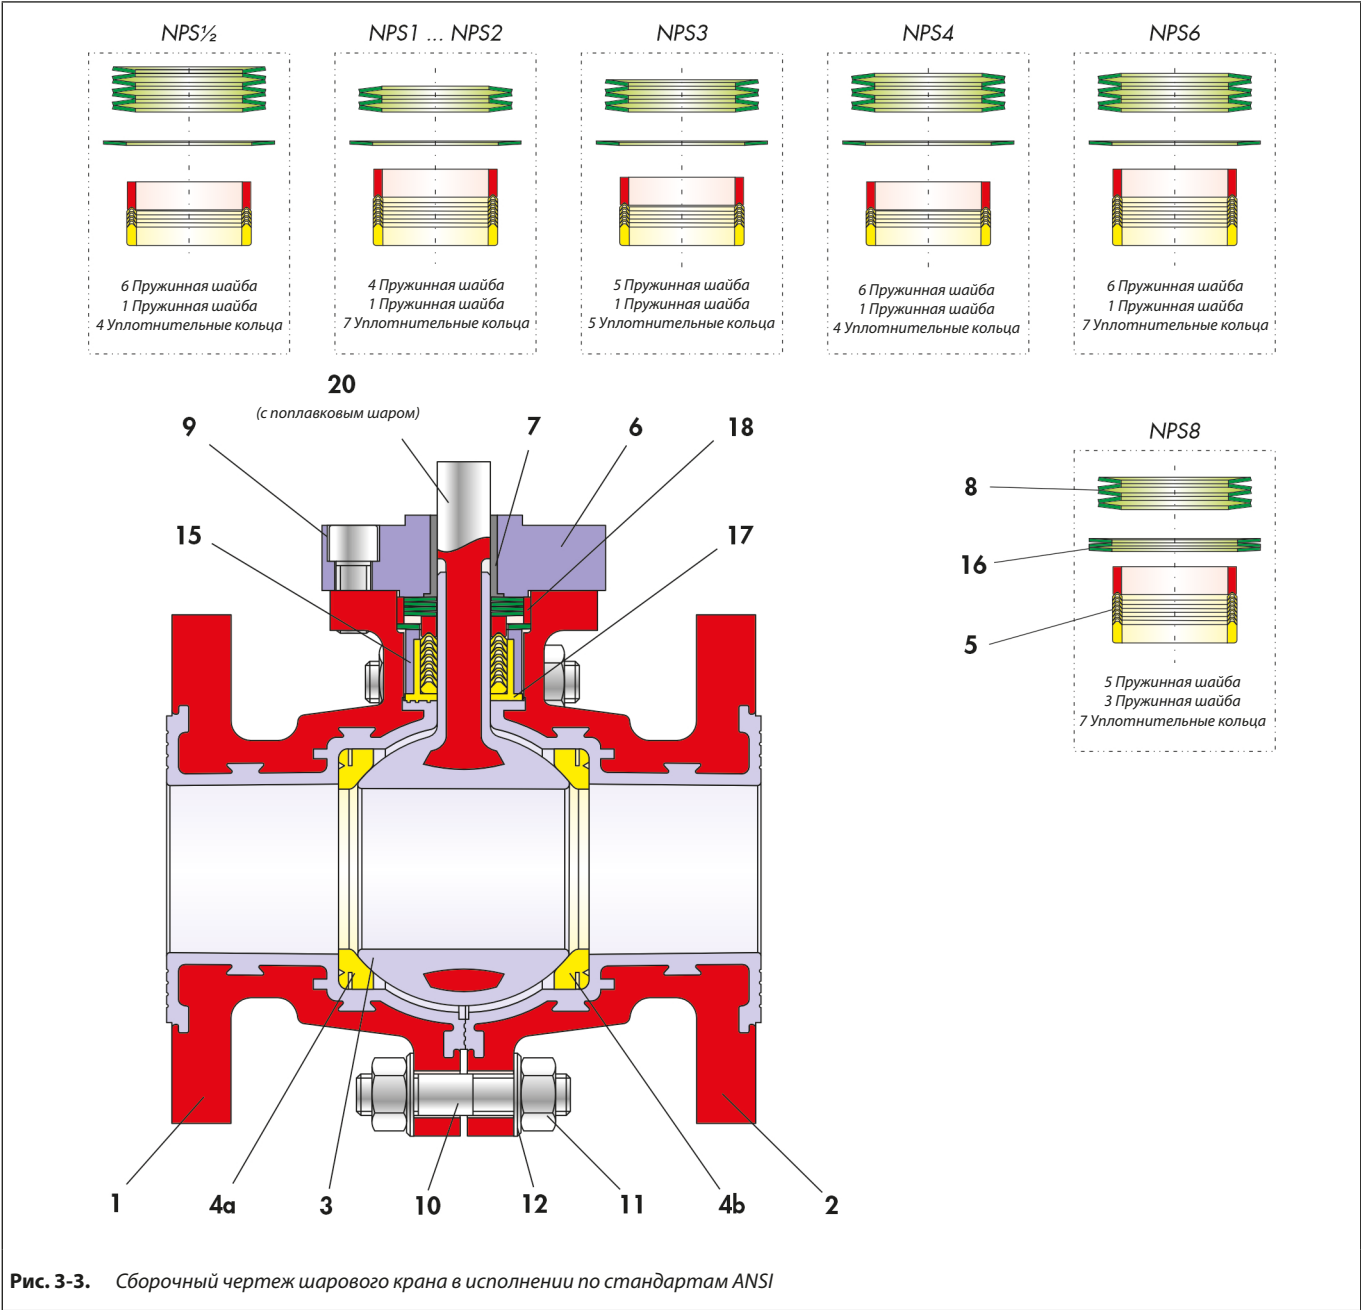

Рис. 3-3. Сборочный чертеж шарового крана в исполнении по стандартам ANSI
- ⇒ Поместите V-образную уплотнительную манжету (5) во втулку (17) из ПТФЭ. Расположение и количество колец V-образной манжеты показаны на чертеже, см. рис. 3-3.
- ⇒ Осторожно поместите втулку (15) на уплотнение (7) и втулку (17) из ПТФЭ.
- ⇒ Установите тарельчатую (-ые) пружину (-ы) (16) на втулку (15). Расположение и количество тарельчатой (-ых) пружины (пружин) показаны на чертеже, см. рис. 3-3.
- ⇒ Установите центрирующее кольцо (18) на тарельчатую (-ые) пружину (-ы) (16).
- ⇒ Вставьте комплект тарельчатых пружин (8) в центрирующее кольцо до нижнего кольца V-образной уплотнительной манжеты. Расположение и количество тарельчатых пружин показаны на чертеже, см. рис. 3-3.
- ⇒ Вставьте втулку подшипника (7) во фланец сальниковой коробки (6).
- ⇒ Поместите фланец сальниковой коробки в сборе на корпус и зафиксируйте его с помощью винтов (9).